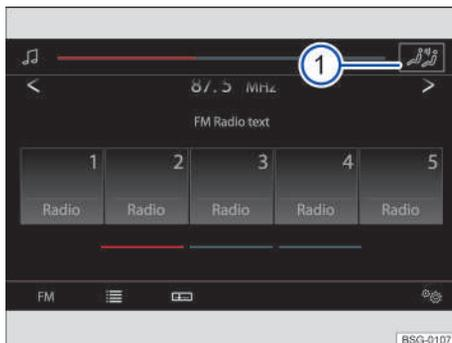

Fig. 120 Visualización en la pantalla de la consola central: botón de función para abrir la amplificación digital de la voz.
2. Para abrir directamente el menú **Ajustes de sonido**, pulse en la parte superior derecha de la pantalla el botón de función con el símbolo de la amplificación digital de la voz → fig. 120 ①.